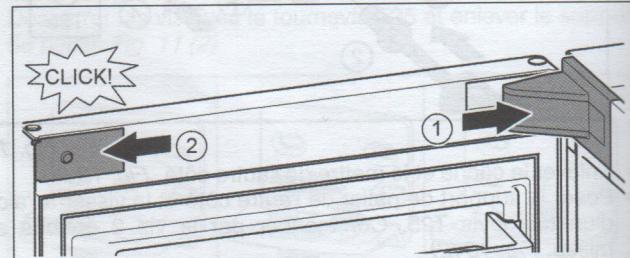

Fig. 18
- ▶ Poser et enclencher le cache du support de palier, l'introduire en appuyant délicatement. Fig. 18 (1)
- ▶ Mettre en place le cache latéralement et l'enclencher. Fig. 18 (2)